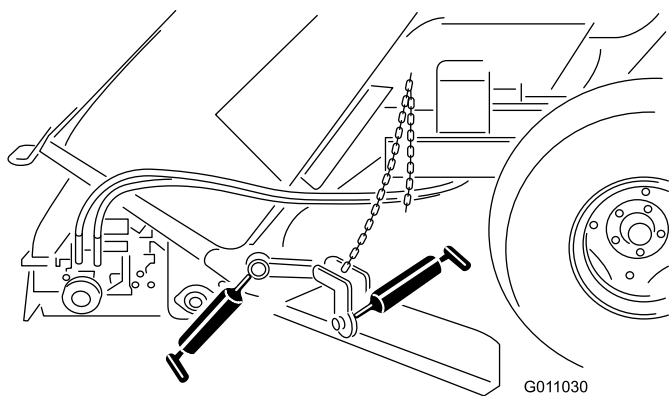

Figura 37
- Attacco della lama Windrow (Figura 37).
- Mozzo della lama Windrow (Figura 37).